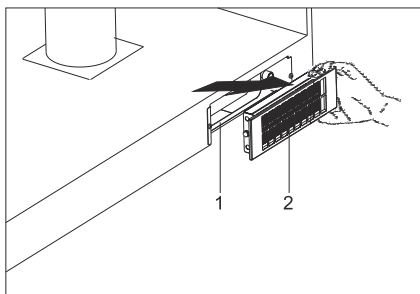

Fig. 6
1. ➡ Ta bort kolfiltret genom att dra ut det i pilens riktning (Fig. 6).